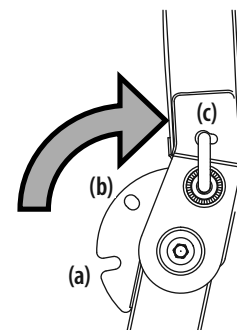

Figure 5
2. Placez la structure de protection à la position désirée. Voir Figure 5.